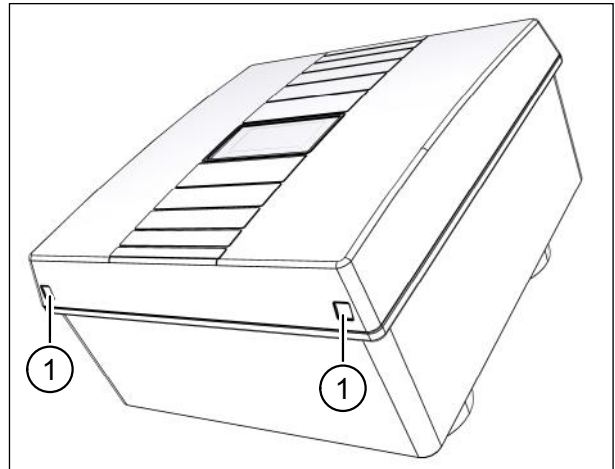

Abb. 2: Deckel vom Lüftungsgerät abnehmen
- ▶ Drücken Sie mit beiden Daumen auf die beiden Rasthaken (Pos. 1 in Abb. 2) an der Unterseite des Lüftungsgerätes. Der Deckel löst sich.